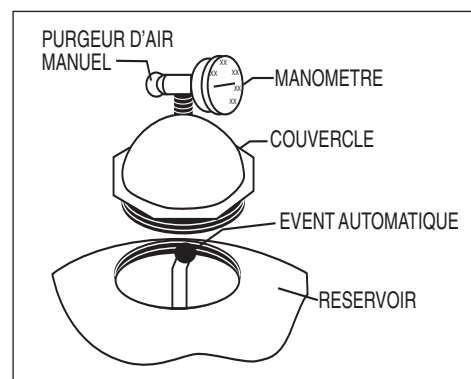

Figure 1.
- Faites pivoter le diffuseur pour le décentrer dans le réservoir des TR40, 50, 60, TR60 ClearPro, 100 & 140 en le tournant dans le sens inverse des aiguilles d'une montre. (**REMARQUE:** Le multidiffuseur ne doit pas être déplacé sur les modèles TR100HD, TR100C, TR100C-3 et TR140C, TR140C-3. Après avoir mis en place le matériau de filtrage comme indiqué plus loin, vérifiez que le haut des diffuseurs est parallèle au lit de sable.) Remplissez à moitié le réservoir d'eau. Versez d'abord le gravier pisiforme (le cas échéant), puis le sable lentement dans le haut du filtre, pour éviter que l'impact créé par le matériau de filtrage endommage les éléments latéraux. Voir les données figurant dans le Tableau B du présent livret pour les quantités correctes de sable et de gravier. Remplacez le filtre jusqu'au niveau permettant de maintenir une hauteur au-dessus du sable constante (voir Tableau B). Faites pivoter le diffuseur pour le ramener dans sa position verticale si vous l'avez déplacé. Veillez à ce que l'évent automatique dépasse dans le haut du couvercle, comme indiqué sur la Figure 1 ci-dessous. Vérifiez que l'évent est centré dans le couvercle. Enlevez tout sable entourant l'ouverture fileté en haut du réservoir.